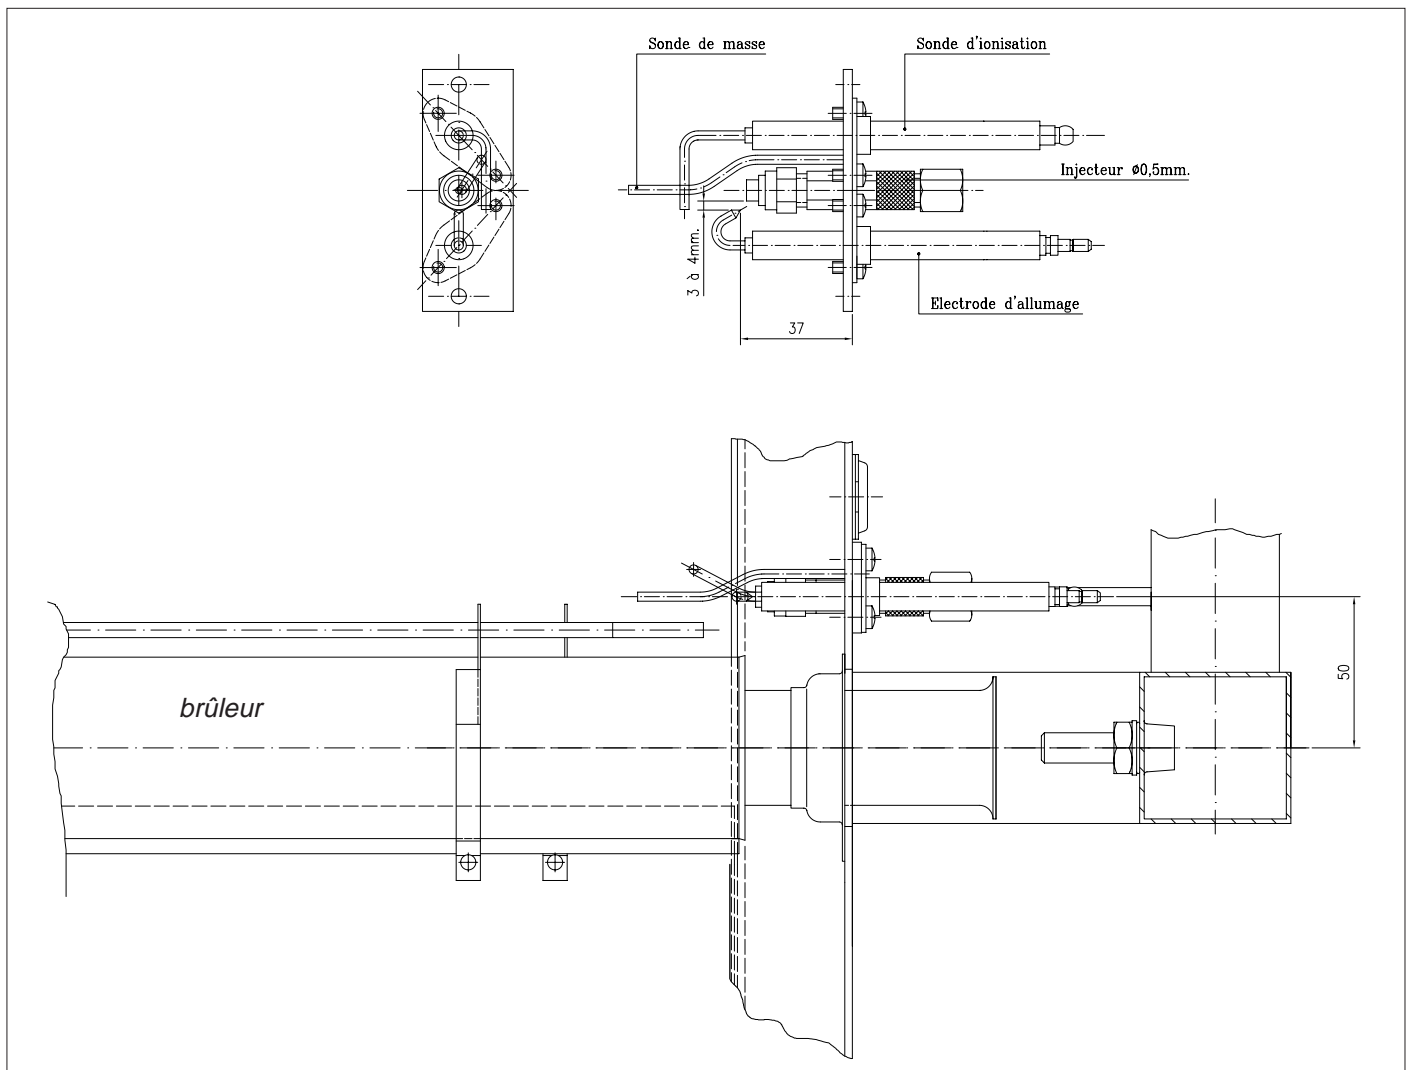

Fig. 11 Brûleur d'allumage
- l'électrode d'allumage (voir fig. 11).